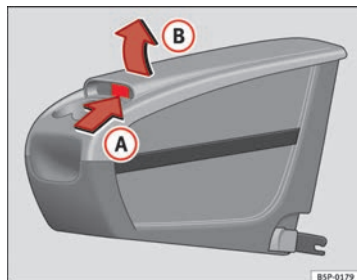

Fig. 111 Rangement mobile. Ouverture
- Levez le couvercle (B), par la zone (A) ⇒ fig. 111.